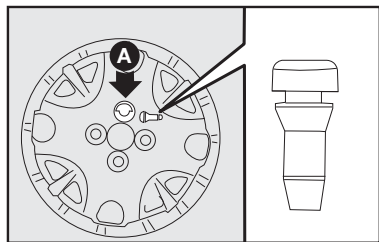

fig. 12
8) Colocar a calota cuidando para que o símbolo , na parte interna, fique em correspondência com a válvula, e dessa maneira o furo maior da calota **A-fig. 12** passe pelo parafuso já fixado;